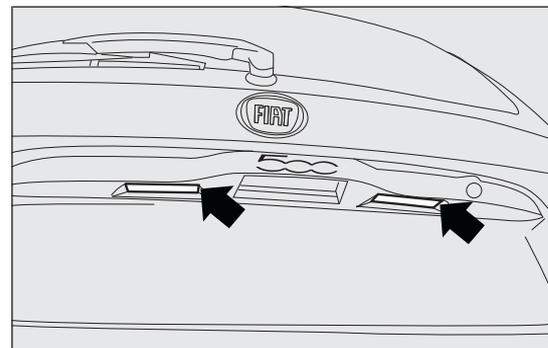

fig. 141
- agir sur le point indiqué par la flèche fig. 141 et enlever le transparent ;